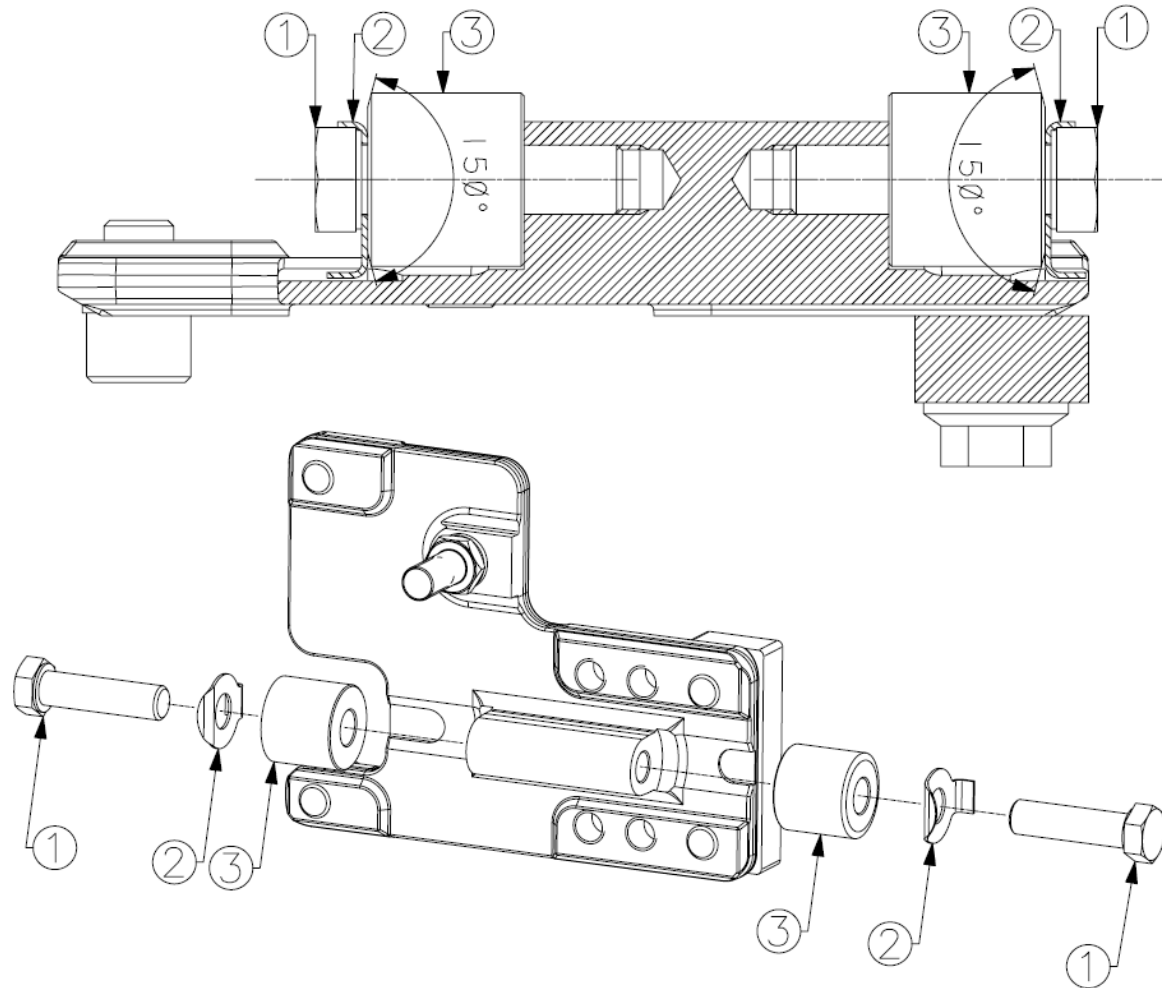

Abb. 044
**ACHTUNG:** Die Buchsen der Zinkenhalterungen auswechseln und sie so einbauen, wie es in der Abb. 044 gezeigt wird. Die Schrauben der Pos. 1 müssen mit einer Schraubensicherung des Typs "Loctite 270" eingeschraubt und mit einem Anzugsmoment von 84 Nm - 62 ft- lbs bei MZ25 und 35, 210 Nm – 155 ft-lbs angezogen werden. Falls notwendig beim Wiedereinbau die Sicherheitsscheiben 2 auswechseln.